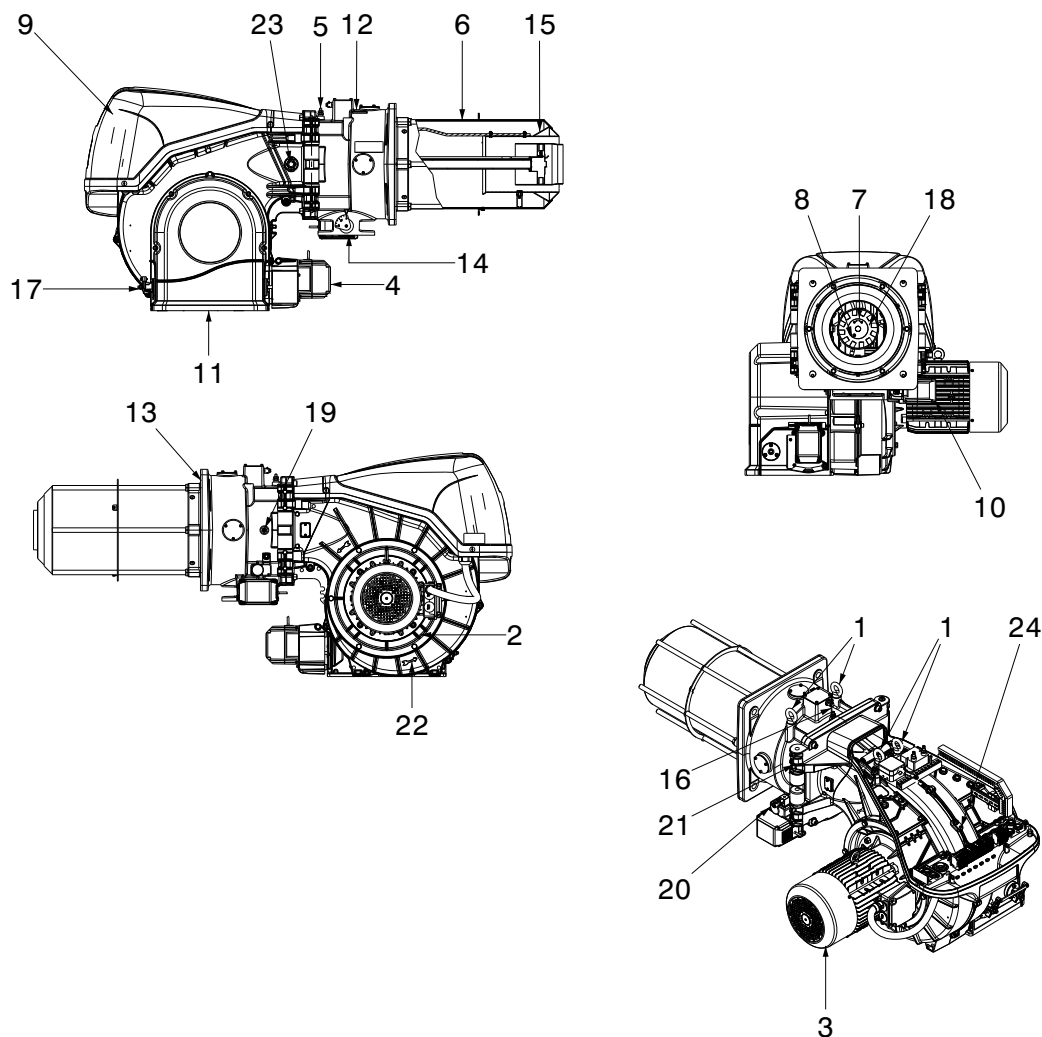

Fig. 4
- (1) Condizioni di riferimento: Temperatura ambiente 20°C - Temperatura gas 15°C - Pressione barometrica 1013 mbar - Altitudine 0 m s.l.m.
(2) Pressione alla presa 5)(Fig. 4 a pag. 11) con pressione zero in camera di combustione ed alla potenza massima del bruciatore.
(3) Pressione sonora misurata nel laboratorio combustione del costruttore, con bruciatore funzionante su caldaia di prova, alla potenza massima. La Potenza sonora è misurata col metodo "Free Field", previsto dalla Norma EN 15036, e secondo una accuratezza di misura "Accuracy: Category 3", come descritto dalla Norma EN ISO 3746.
sostituire il pressostato di massima GW 500 (Fig. 4 a pag. 11) installato sul bruciatore con il pressostato GW 150 fornito a corredo